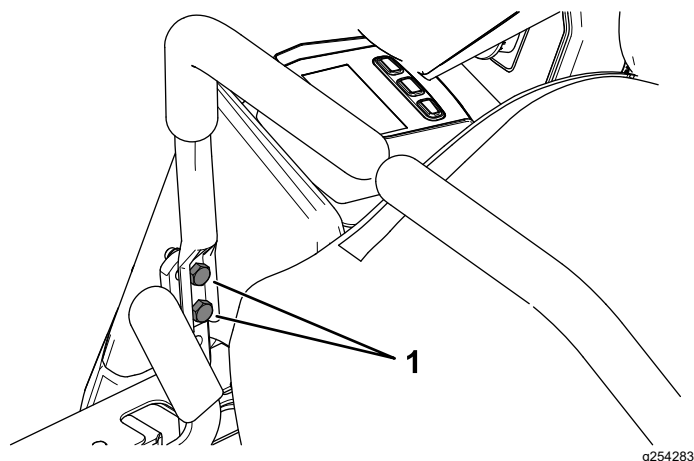

Figura 53
10. Se è necessario un allineamento, allentate i 2 bulloni per il montaggio della leva di comando del movimento sul lato disallineato (Figura 53).
12. Serrate i 2 bulloni per il montaggio della leva di comando del movimento (Figura 53).